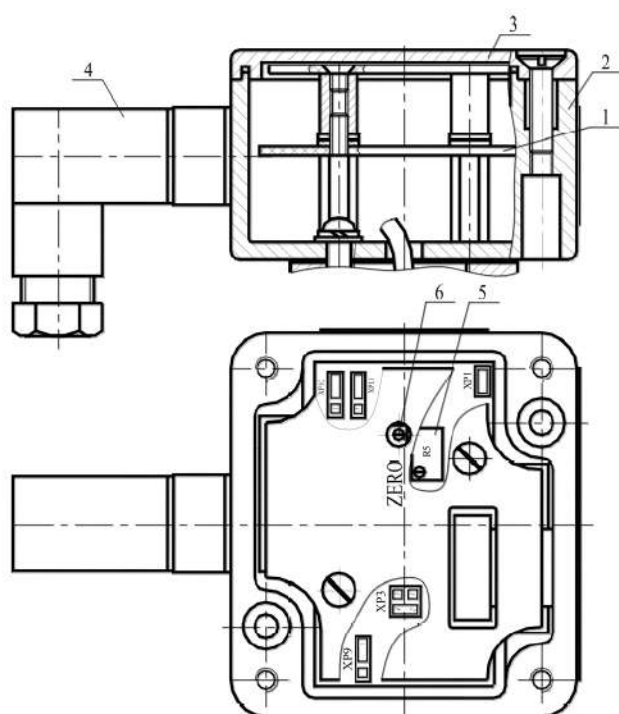

Рис.2.1
1.3.2. Электронный блок датчиков (Рис.2.1 и 2.2), в зависимости от исполнения (см. Приложение 1) смонтирован в корпусе 2. Корпус закрыт крышкой 3.
В варианте исполнения корпуса по рис. 2.1, плата 1 расположена под защитной панелью с отверстием, обеспечивающим доступ к плавному корректору нуля 6. При снятии защитной панели обеспечивается доступ к плавному корректору диапазона 5.
- 2) снять крышку 3 (рис.2.1, 2.2.) корпуса электронного блока;
- снять защитную панель (в случае исполнения по рис 2.1) для обеспечения доступа к плавному корректору диапазона 5 (рис.2.1, 2.2);